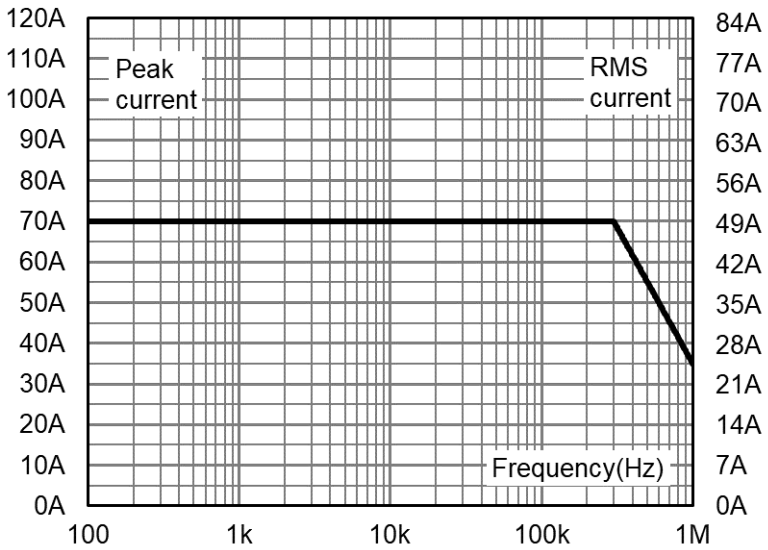

図 15: 最大電流 vs 周波数
*周波数によりディレーティングが必要です。図 15 の範囲内でご使用ください。